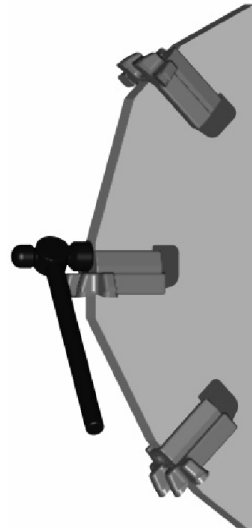

Abb. 19 – Montage
**6.** Stellen Sie sicher, ob alle Oberflächen sauber und frei von Schmutz sind. Montieren Sie nun den Gewindeeinsatz wieder, dann das neue Messer und setzen Sie es mit der Mitnehmplatte zusammen ein. Klopfen Sie leicht auf die Stirnseite der Mitnehmplatte, bis es sitzt. Führen Sie die Befestigungsschraube ein (abb. 19). Bei Nachziehen verwenden Sie ein Drehmoment von 55 Nm. ca. nach 10 Minuten im Betrieb stoppen und ordentlichen Sitz der Schraube überprüfen.